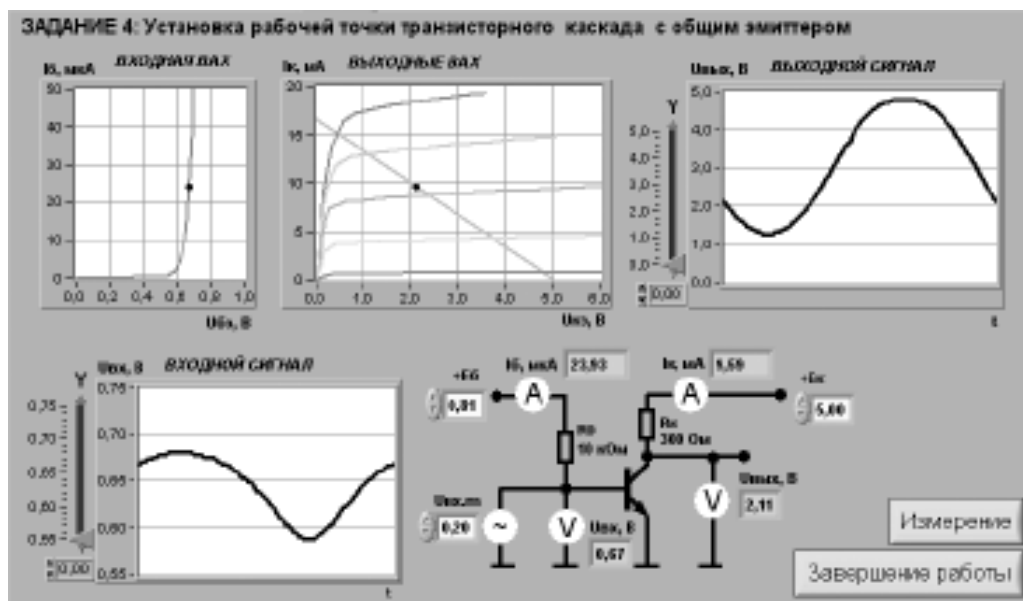

Рис. 7 Лицевая панель ВП при выполнении задания 4
- После ознакомления с целью работы нажмите кнопку «Начать работу». На экране появится изображение виртуального прибора (ВП) для выполнения задания №4 (рис. 7)